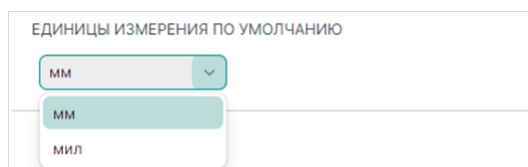

Рис. 53 Выбор единиц измерения
1. Выберите и переключите используемые единицы измерения с помощью выпадающего списка в поле «Единицы измерения по умолчанию», см. Рис. 53.